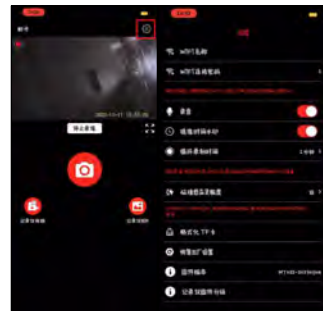

Figure 10
5.8 Dans la page d'enregistrement vidéo, cliquez sur l'icône dans le coin supérieur droit pour accéder à la page de configuration de la caméra. Paramètres, veuillez configurer en fonction de vos demandes ; (voir Figure 10)